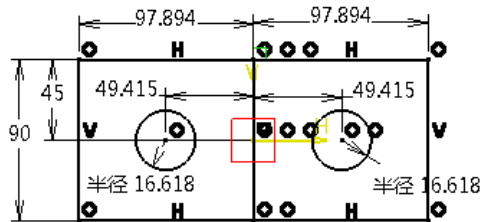

图5-105 选择了对称轴时的自动约束
- ★ 对称线：该文本框用于确定对称图形的对称轴。如图5-105所示图形是选择了水平和垂直的轴线作为对称轴并选择“链式”模式情况